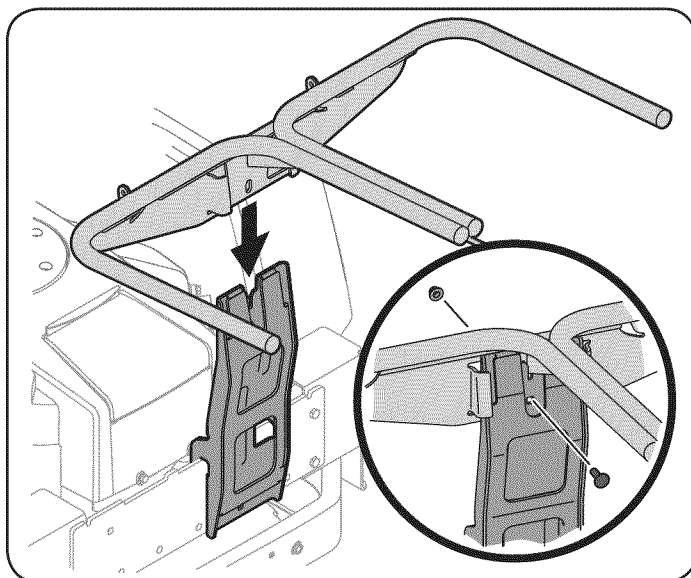

Figura 5
6. Instale y fije el conjunto de ménsulas de suspensión en la ménsula de soporte vertical usando un perno de carro 710-0276 y una tuerca de seguridad con brida 712-04063 del paquete de elementos de ferretería 689-00320. Vea la Figura 5.
7. Calce a presión el soporte del canal superior plástico colocando primero la porción lateral sobre el carril de soporte de la embolsadora (1) con el borde que calza a presión alineado con la línea de la etiqueta, como se muestra en el recuadro de la Figura 5.
8. Calce a presión el lado delantero del soporte del canal al carril (2), como se muestra en la Figura 5.